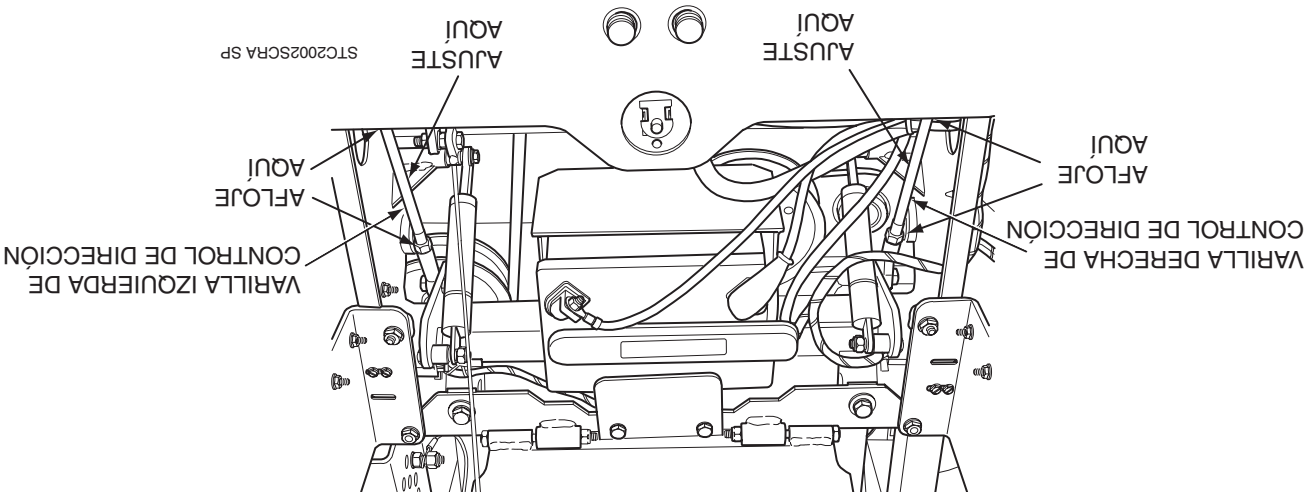

Figura 6-3. Ajuste de varillas de control de dirección
A. Detenga la máquina y coloque las palancas de control de dirección en la posición neutral. Afloje las tuercas de bloqueo que aseguran las juntas de rótula en cada extremo de la varilla de control de dirección del lado izquierdo. Gire la varilla de control para acortar la varilla y apriete las tuercas de bloqueo. Esto causará que la varilla de control golpee menos la bomba del lado izquierdo, disminuyendo la velocidad de la rueda de dicho lado. (Vea la Figura 6-3).
Afloje las tuercas de bloqueo que aseguran las juntas de rótula en cada extremo de la varilla de control de dirección del lado derecho. Gire la varilla de control para acortar la varilla y apriete las tuercas de bloqueo. Esto causará que la varilla de control golpee menos la bomba del lado derecho, disminuyendo la velocidad de la rueda del lado derecho. (Vea la Figura 6-3).
4. Ajuste la rueda izquierda arrojando las contratueras en la varilla de control de dirección y gire la varilla hasta que la rueda motriz gire hacia adelante. Gire la varilla en sentido contrario hasta que la rueda motriz deje de moverse. Gire la varilla 1/2 vuelta adicional hacia atrás. (Vea la Figura 6-3).